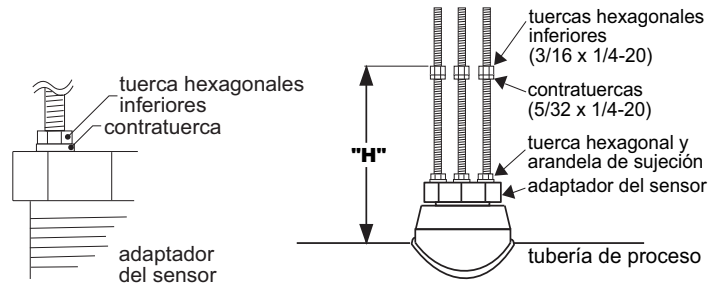

Fig. 4
- Roscar una tuerca hexagonal en cada una de las tres varillas roscadas suministradas con el sistema. Instalar la varilla roscada con una arandela de sujeción en el adaptador del sensor. Afianzar las varillas apretando cada tuerca hexagonal contra el adaptador del sensor (fig. 4).